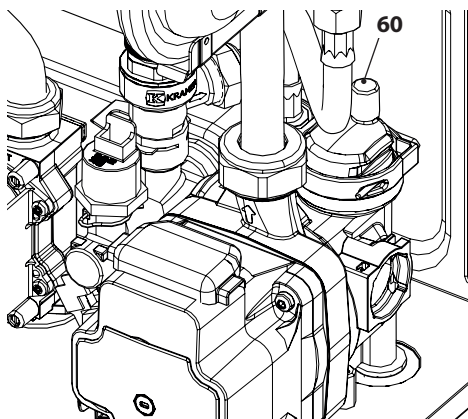

Figura 9.15
- Per facilitare lo svuotamento, svitare il tappo della valvola di sfiato automatica in Figura 9.15.